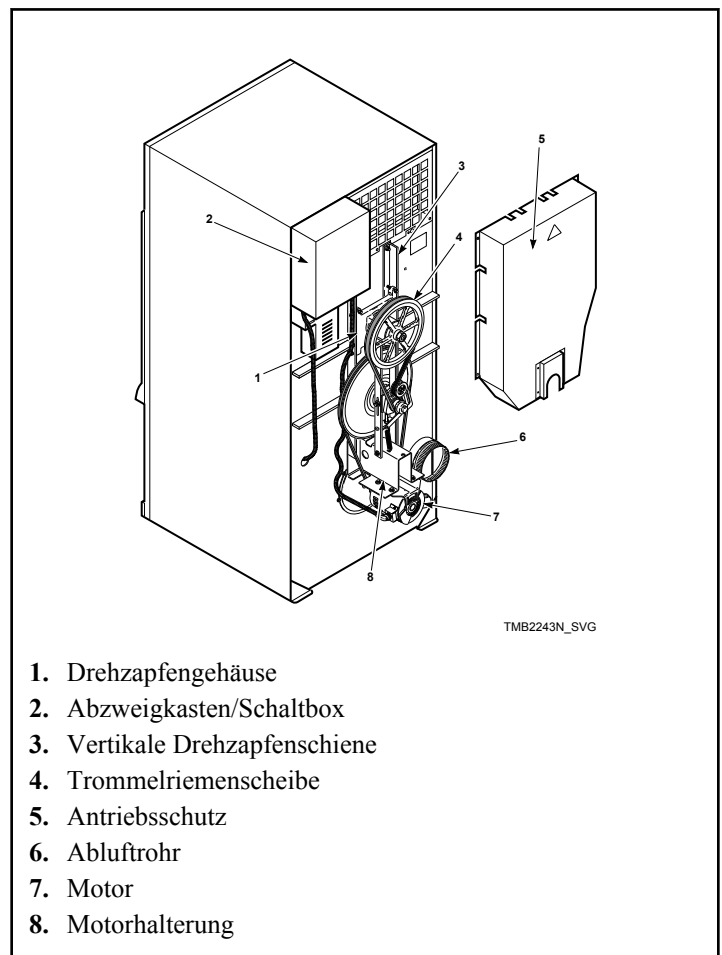

Abbildung 8
2. Den Antriebsschutz entfernen. Siehe *Abbildung 8* .
3. Die Antriebsriemen abnehmen. Siehe *Abbildung 8*.
8. Das Drehzapfengehäuse ausbauen. Siehe *Abbildung 8*.
10. Den/die Motor(en) und die Motorhalterung(en) entfernen. Siehe *Abbildung 8*.
12. Den/die Abzweigkasten/Schaltbox ausbauen. Siehe *Abbildung 8*.